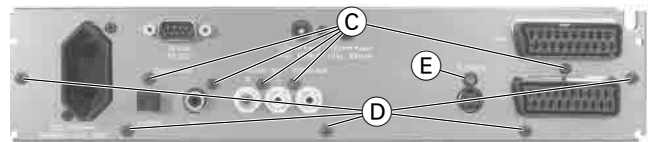

Fig. 2
- je 5 Schrauben **C/D** und Schraube **E** (Fig. 2) herausdrehen.
- Undo the 5 screws **C/D** and the screw **E** (Fig. 2).